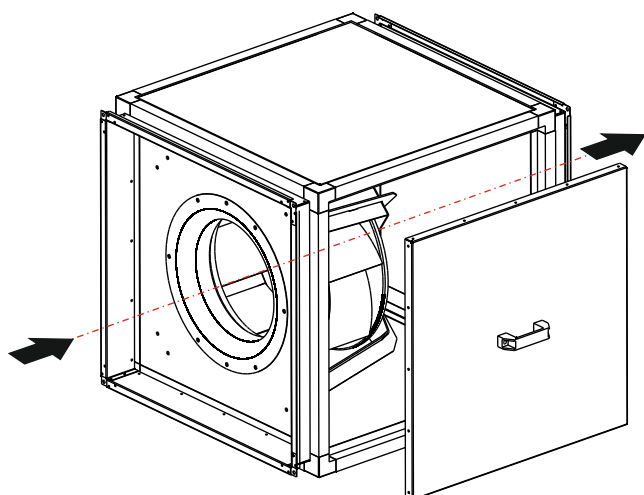

Рис. 1 - Исполнение 1
- выхлоп по оси (исполнение 1 - рис. 1);